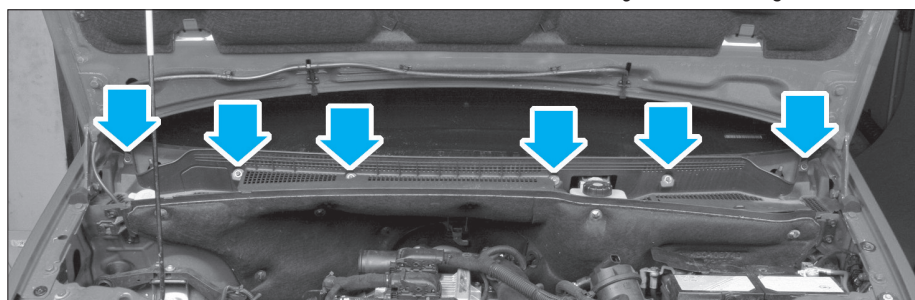

FIG. 27
- les 6 vis de la grille d'auvent (Fig.27).